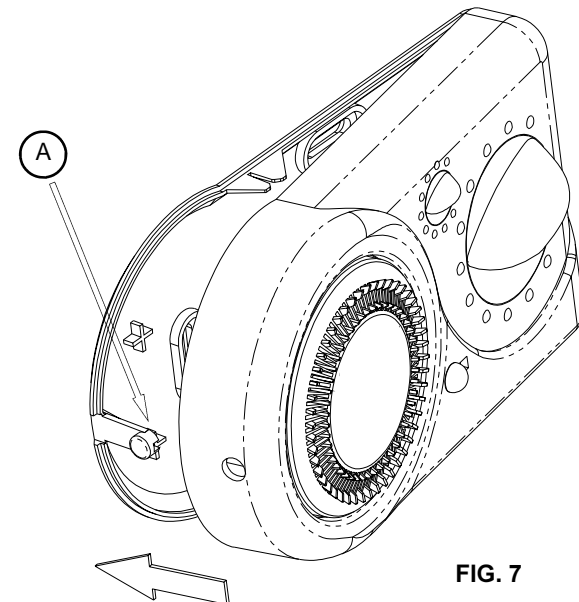

FIG. 7
- Presionar la tapa hacia la base, prestando atención a hacer coincidir la bornera de la base con la de la tapa; Cuando la tapa toca el seguro, A en Fig. 7 presionarlo levemente hacia el interno, haciendo siempre presión sobre la tapa hasta que esta no encaje con la base.